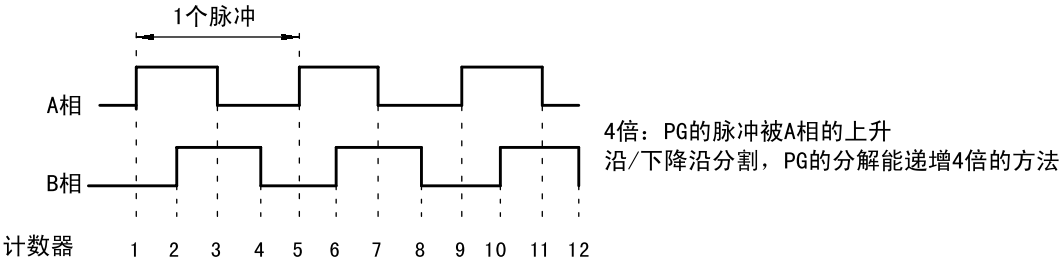

图 7.9 已经 4 倍后脉冲数
- 零伺服完了幅度，从零伺服开始位置到允许位置偏差量，使用 PG（脉冲发生器·编码器）的 4 递倍脉冲数来设定，请参照图 7.9。